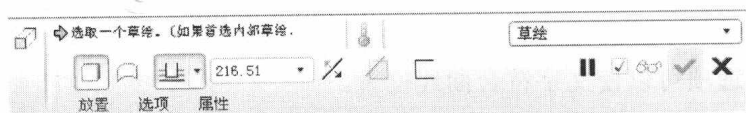

图 1-1-19 “拉伸”操控面板
(1) 单击工具栏的“拉伸”按钮或执行“插入”→“拉伸”命令, 系统将弹出如图 1-1-19 所示的“拉伸”操控面板。